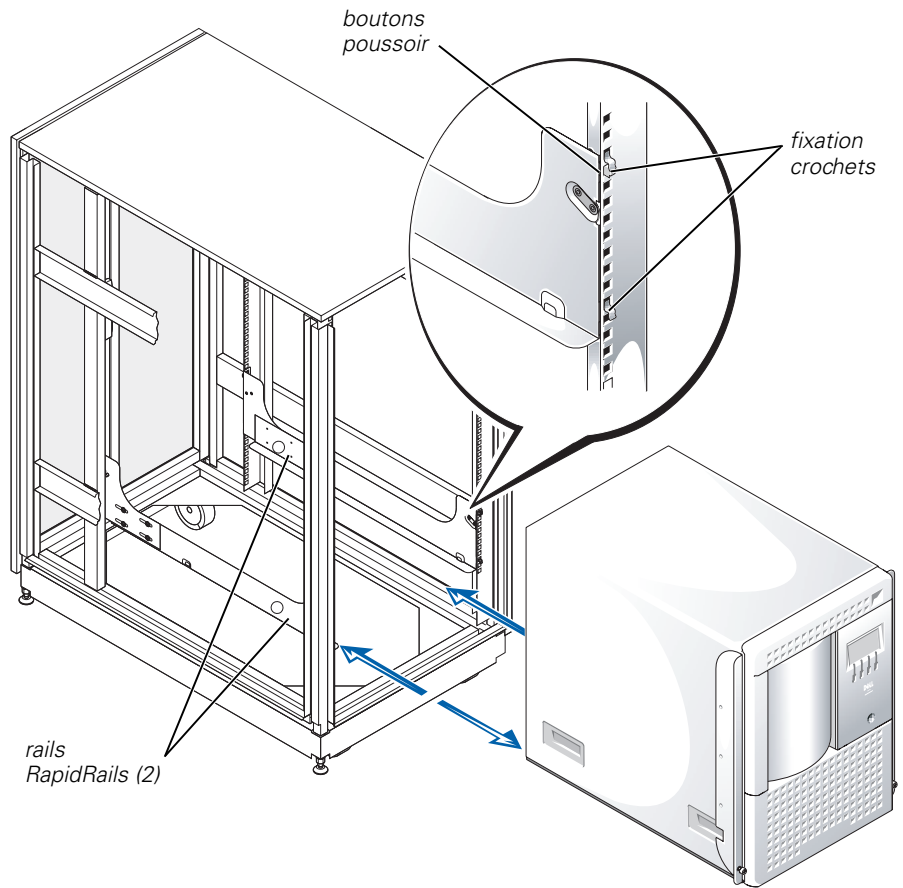

Figure 2-5. Installation du système dans le rack
2. Inclinez l'arrière du système vers le haut et positionnez-le sur les rails RapidRails (voir Figure 2-5).